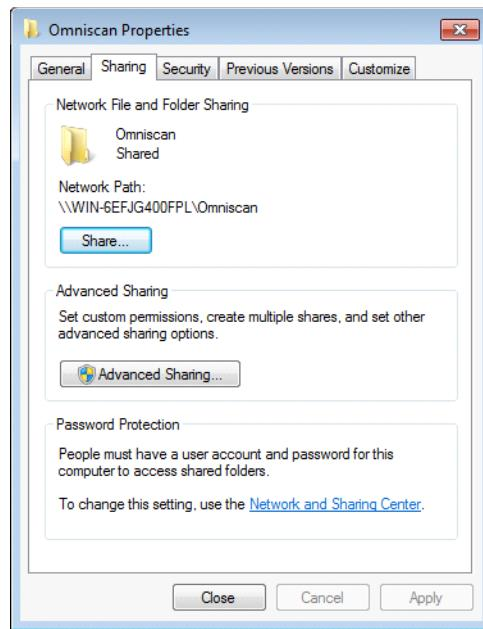

Рис. 7-27 Окно Свойства OmniScan (Windows 7): Безопасность
3. В диалоговом окне **Omniscan Properties** (Свойства Omniscan) щелкните **Sharing** [Общий доступ] (см. Рис. 7-27 на стр. 228).
8. В диалоговом окне **Omniscan Properties** щелкните **Advanced Sharing** [Расширенный доступ] (см. Рис. 7-27 на стр. 228).